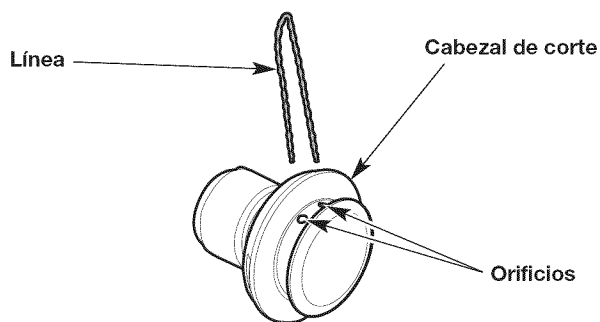
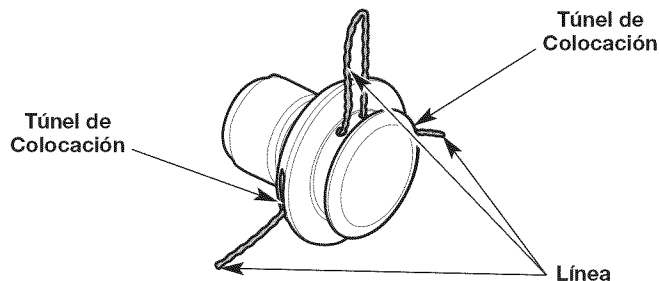

Fig. 21
Fig. 22
3. Inserte los extremos del nuevo hilo de recorte dentro de los orificios del cabezal de corte (Fig. 21). Empuje el hilo a través de los orificios hasta que ambos extremos sobresalgan de los conductos de posicionamiento (Fig. 22).